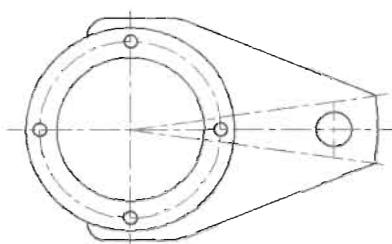

图 10-49
- (1) 打开配套光盘中的“操作示例 10-3.dwg”文件，如图 10-49 所示。